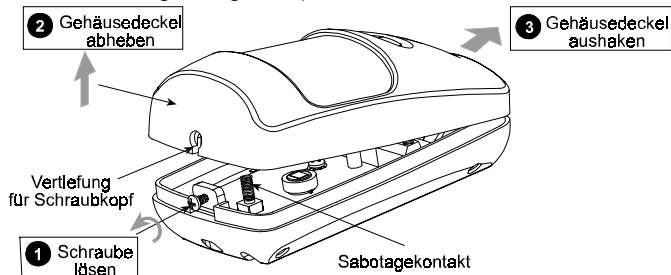

Abb. 3: Öffnen des Gehäuses
A. Lösen Sie die Schraube an der Unterseite des Melders (wie in Abbildung 3 dargestellt).
A. Entfernen Sie die Gehäusefront wie in Abbildung 3 dargestellt.